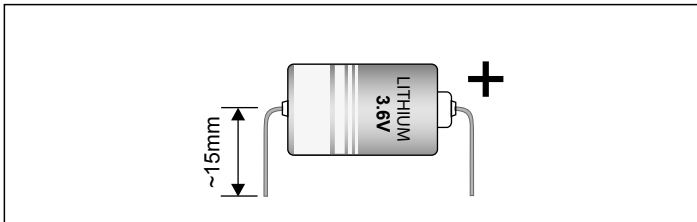

Fig. 5 Baterías de litio 3.6V.
5. insertar la batería nueva **respetando la correcta polaridad como está reflejado en la fig.5;**